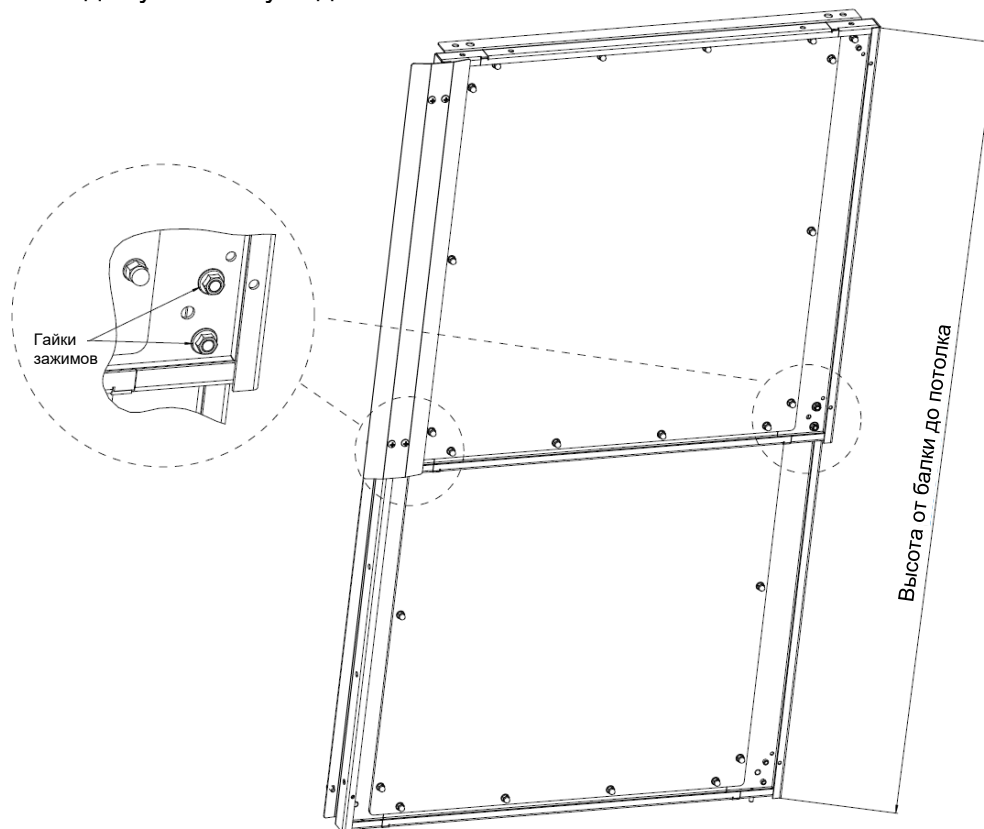

Рисунок 1. Регулировка высоты изделия
**5.1.1.** Ослабьте гайки зажимов (M6) в количестве 4 штук по бокам панели (рисунок 1). Выставьте необходимую высоту изделия. После этого затяните гайки зажимов.